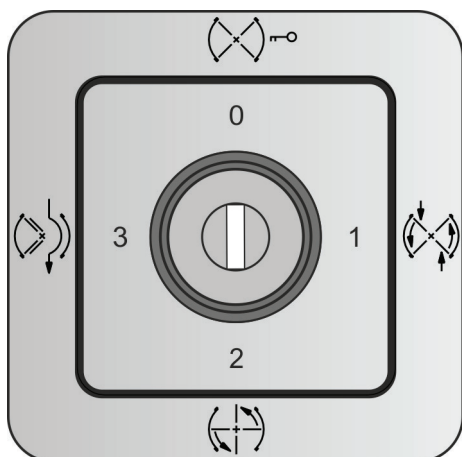

Рис. 52 Переключатель программ
3. Установить переключатель программ (рис. 52) в положение  «Off» (Выключено).
4. Подождать не менее 3 секунд и перезапустить карусельную дверь с помощью переключателя программ (рис. 52).